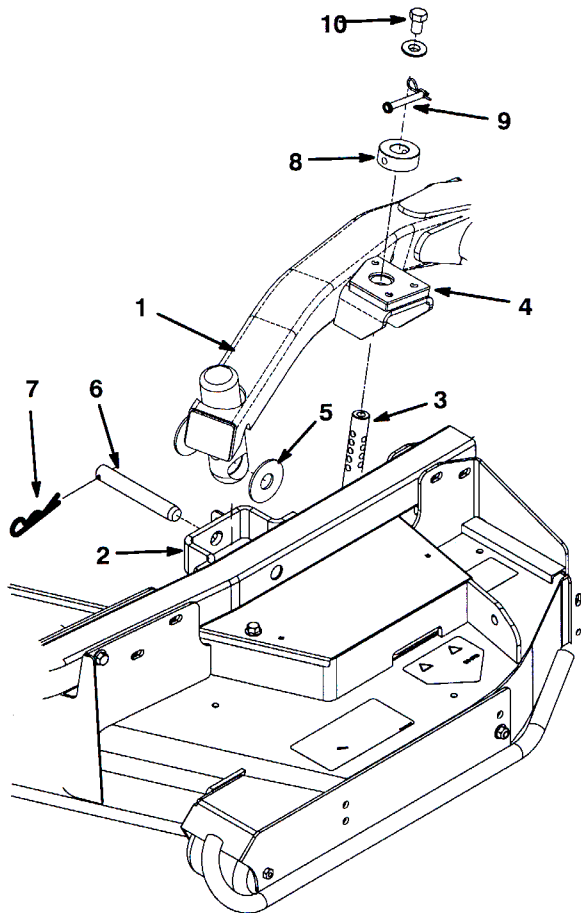

図7
2. 昇降レバーをフロート位置とする。昇降アームを押して下げて、昇降アームについている穴とキャスト・アーム・ブラケットについている穴を整列させ、昇降アームのパッドに刈高ロッドを挿入できるようにする (図7)。
3. スラスト・ワッシャ2枚、クレビス・ピン、ヘアピン・コッターを使って、昇降アームをキャスト・アームに固定する。スラスト・ワッシャは昇降アームとキャスト・アーム・ブラケットの間に入れる (図7)。コッター・ピンを、キャスト・アーム・タブのスロットに差し込んで固定する。
7. 刈高ロッドに刈高カラーを取り付け、クレビス・ピンとヘアピン・コッターで固定する (図7)。できれば、クレビス・ピンの頭をデッキの前面に向けておく。
8. 各刈高ロッドの上部に 1/2 x 3/4" キャップスクリューとワッシャを取り付ける (図7)。